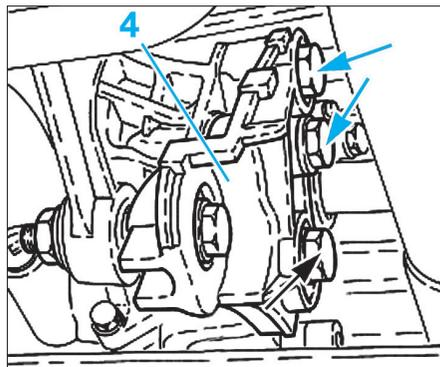

Fig. 6
- Déposer le support (4) de la biellette anticouple, côté boîte de vitesses (Fig.6).